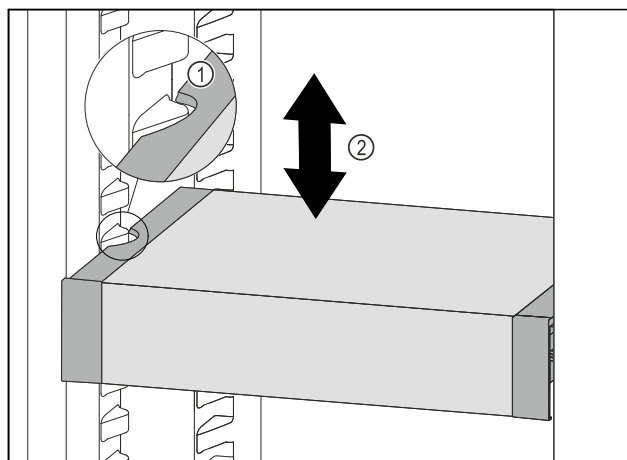

Fig. 193
- Trageți în față VarioSafe, până când degajările laterale ale VarioSafe se află la înălțimea nervurii recipientului din frigider. Fig. 193 (1)
- Mișcați în sus sau în jos VarioSafe în frigider, până când este atinsă înălțimea dorită. Fig. 193 (2)